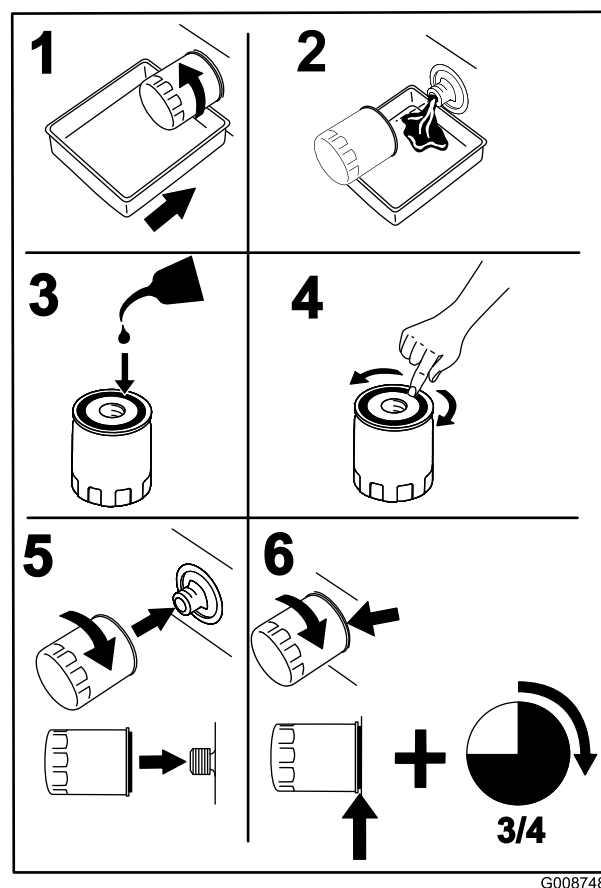

Figura 33
- Cambie el filtro de aceite del motor (Figura 33).